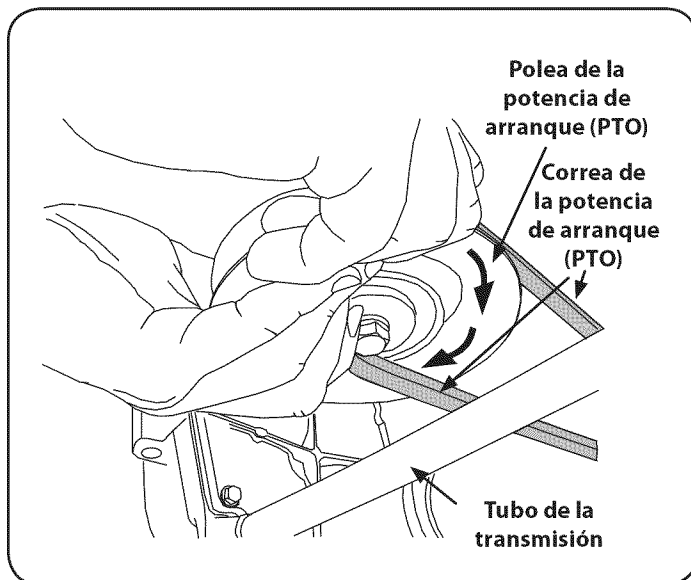

Figura 37
- d. Mientras mantiene el cinturón hacia abajo, seguir girando la polea de la toma de fuerza hasta que la correa se salió de la polea. Refiérase a la Figura 37.